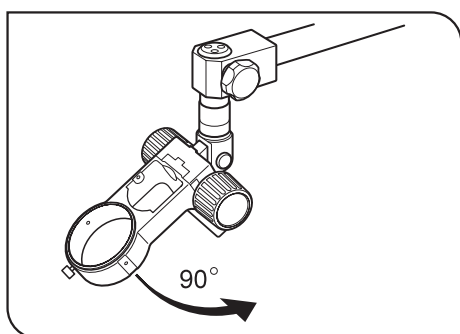

Fig. 11
6. För att ändra vinkeln på bonder-armen, lossar man bonder-armens vinkeljusteringsskruv. (Fig. 11)